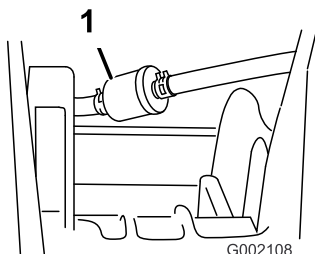

Figure 42
5. Enlevez les fixations du filtre à carburant sur les conduites d'alimentation (Figure 42).